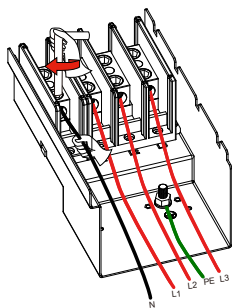
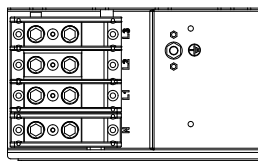

Рис. 5.9 Кабель змінного струму, підключений до терміналу
Рис. 5.10 Затягування з'єднувального кабелю змінного струму
- 2) Підключіть кабель через розподільну коробку, водонепроникну оболонку і вставте в клему (Рис. 5.9 показано режим підключення трьох фазних ліній, підключених до розподільної коробки, дріт заземлення прикручений до корпусу інвертора), і за допомогою шестигранної викрутки притисніть джгут проводів до з'єднувальної клеми, як показано на Рис. 5.10.